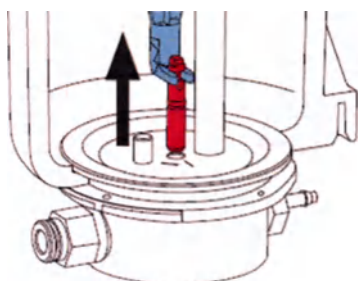

Рис.46
- Дозирующий ниппель вытянуть с помощью инструмента (рис.46)